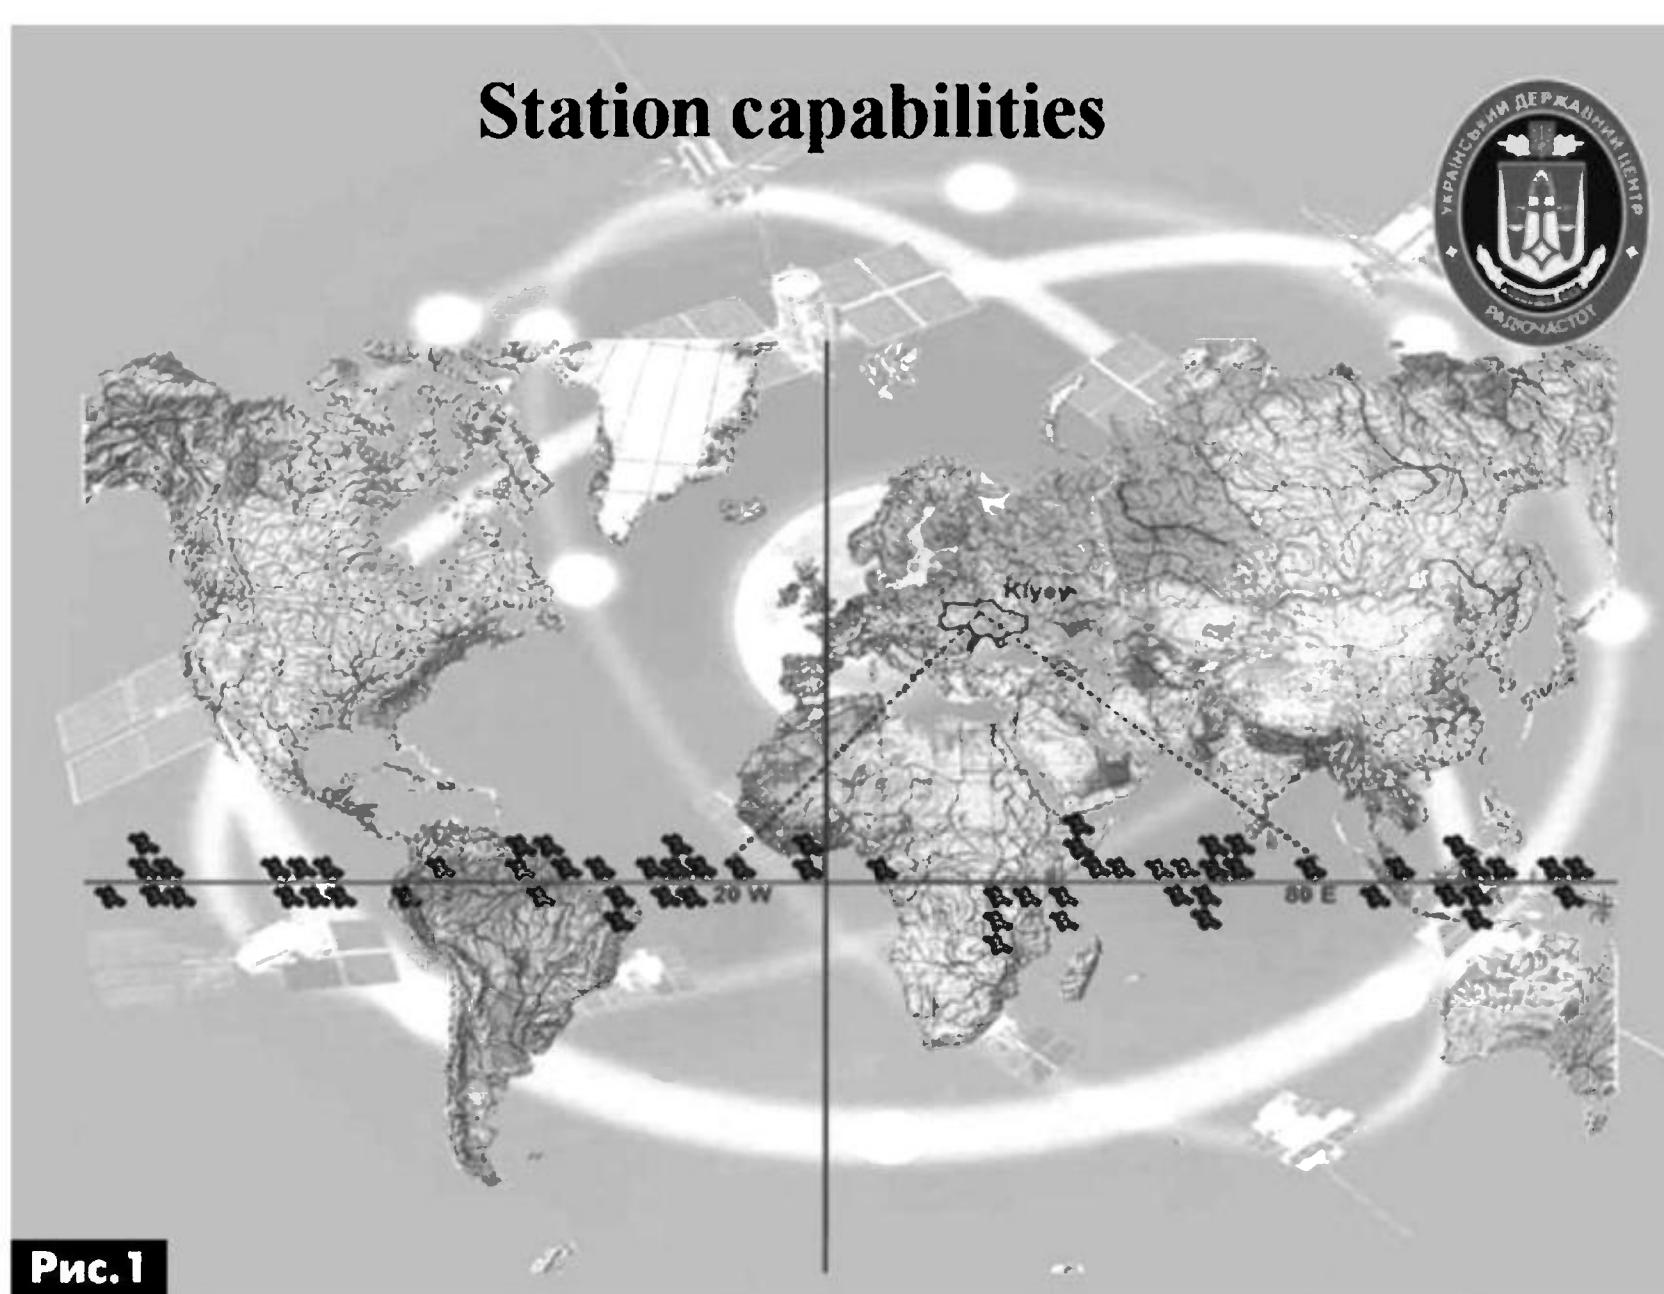

Рис.1
1. Обнаружение и измерение параметров излучения спутниковых транспондеров, расположенных на спутниках, находящихся на орбитальных позициях от 20W до 80E (рис. 1) в С и Ки диапазонах частот (от 3,4 ГГц до 4,2 ГГц и от 10,7 ГГц до 12,75 ГГц).